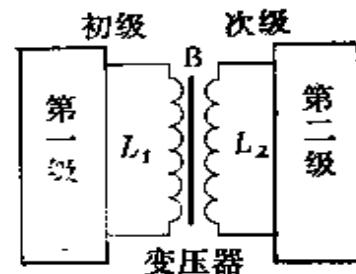

图 5-14
(2) 变压器耦合。变压器耦合是利用电感的互感作用来实现耦合的，如图 5-14 所示。变压器是在铁芯上绕初、次级